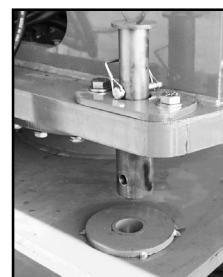

Figure 1 : Axe de verrouillage
**Nota : Voir les emplacements des commandes de la plate-forme et du châssis aux figures 1 à 4.**
3. Rétractez l'axe de verrouillage. (Voir la figure 1).
5. Enfoncez le bouton d'arrêt d'urgence (EMERGENCY STOP) du châssis. Le moteur devrait s'arrêter. Faire de même avec le bouton d'arrêt d'urgence de la plate-forme. Remettre les deux boutons d'arrêt d'urgence en position de marche (ON) et faire démarrer le moteur.